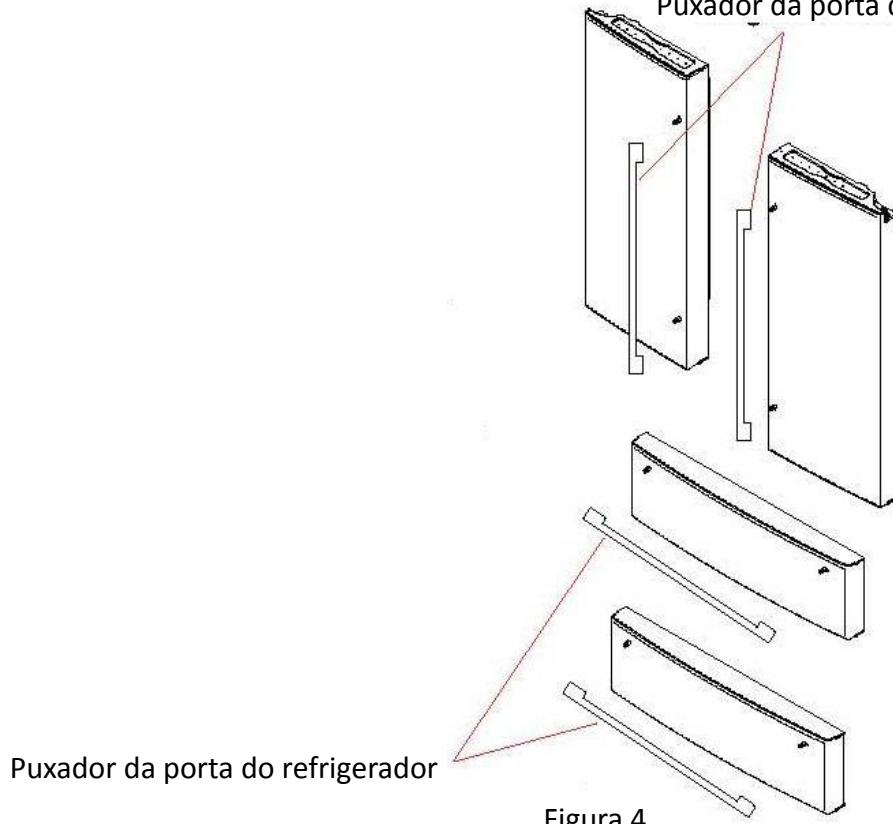

Figura 4
- A instalação dos puxadores nas gavetas do compartimento congelador são mostradas na figura 4 e deverão seguir o mesmo procedimento de fixação dos puxadores das portas. Certifique-se somente que os orifícios dos parafusos estejam voltados para o piso.